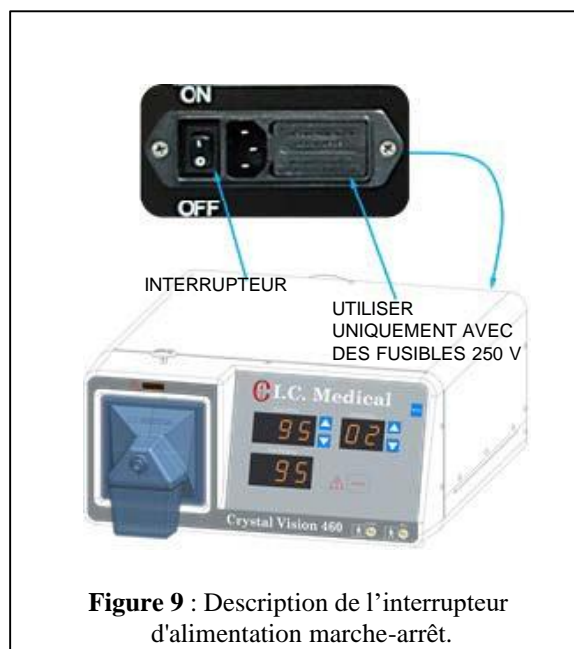

Figure 9 : Description de l'interrupteur d'alimentation marche-arrêt.
1. L'interrupteur d'alimentation de l'appareil CRYSTAL VISION®. (Figure 9) est situé sur le panneau arrière, à côté du cordon d'alimentation. Placez-le en position « ON » [I]. Lorsque l'appareil est allumé, le RÉGLAGE DU DÉBIT, les voyants et l'affichage pour TEMPS et DÉBIT doivent s'allumer.